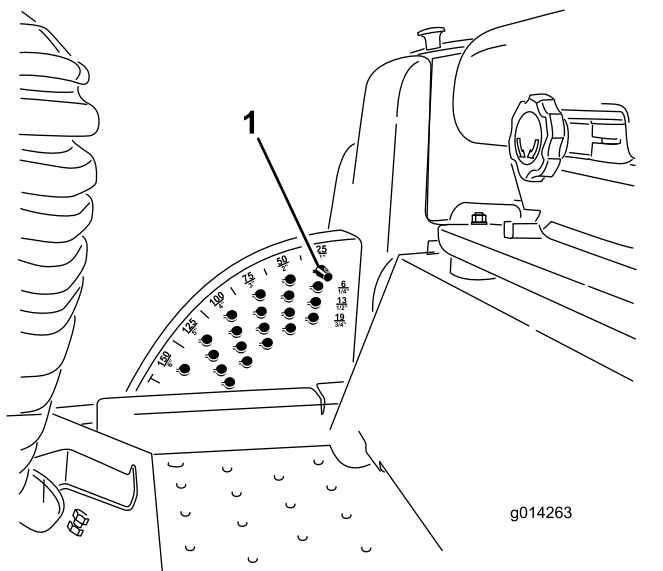

Figura 24
1. Con el motor en marcha, presione hacia atrás el interruptor de elevación de la carcasa hasta que la carcasa de corte esté elevada del todo y **suelte el interruptor inmediatamente**, como se muestra en la Figura 24.
2. Gire el pasador de altura de corte hasta que el nervio quede alineado con las ranuras de los taladros del soporte de altura de corte, y retire el pasador (Figura 24).
3. Seleccione un taladro del soporte de altura de corte que corresponda a la altura de corte deseada, inserte el pasador y gírelo para bloquearlo en esa posición (Figura 24).
**Nota:** Hay cuatro filas de taladros (Figura 24). La fila superior corresponde a la altura de corte impresa encima del pasador. La segunda fila